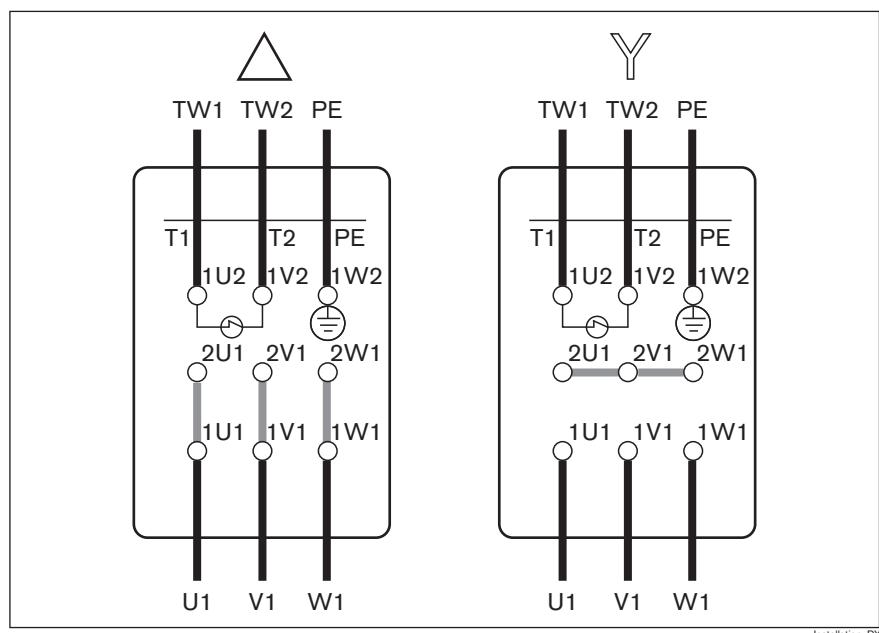

Fig. 9: Esquemas de conexión en triángulo/en estrella
- Conecte el motor en estrella o en triángulo, de acuerdo con los esquemas de conexión; véase Fig. 9 en la página 21 y el esquema de conexiones de la caja de bornes.
- Para modificar el sentido de giro del motor, cambie dos cables cualquiera (L1, L2 o L3; véase Fig. 9 en la página 21).